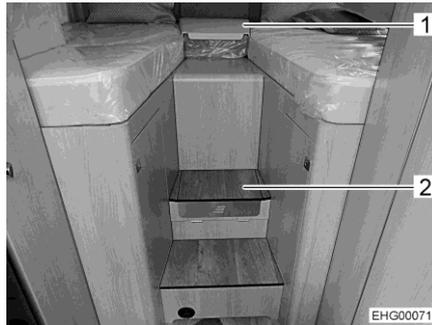

Fig. 119 Repisa corta (en la cabecera)
- Quitar la repisa corta (Fig. 119,1).
- Abrir la trampilla (Fig. 121,1 y Fig. 119,2).